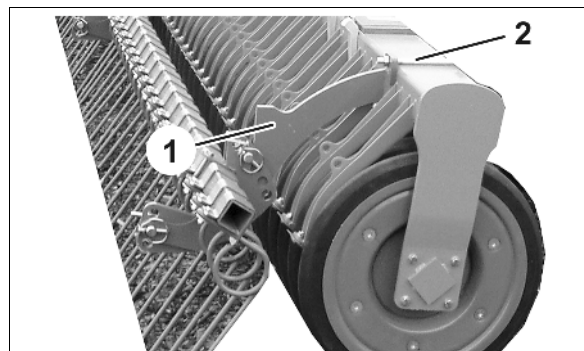

Fig. 16
- o Klemmbügel (Fig. 16/2) links und rechts lösen und Striegel mit Halter (Fig. 16/1) abnehmen.